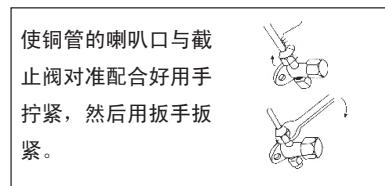

图22
(3) 在截止阀与管的喇叭口处涂少许润滑油，然后按图22所示拧紧纳嘴。
(4) 按图22所示用扳手牢固地将纳嘴扳紧，扭矩力按表(5)规定执行。